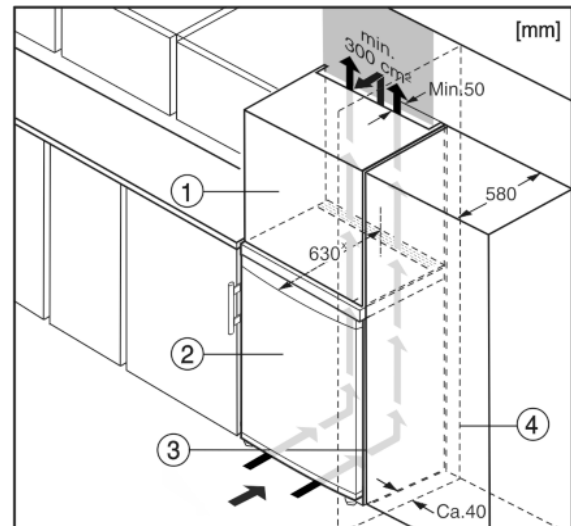

Fig. 6
El aparato se puede rodear de armarios de cocina Para adaptar el aparato Fig. 6 (2) a la altura de la cocina, se puede instalar un armario Fig. 6 (1) correspondiente sobre el aparato
Si la cocina posee armarios (profundidad máx. 580 mm), el aparato se puede colocar directamente junto al armario de cocina Fig. 6 (3). El aparato sobresale 34 mm x por los lados y 50 mm x en el centro del aparato respecto al frente del armario de cocina.
Si el aparato se instala con las bisagras junto a una pared Fig. 6 (4), la distancia entre el aparato y la pared debe ser de como mínimo 40 mm. Esto equivale al saliente del tirador con la puerta abierta.\*